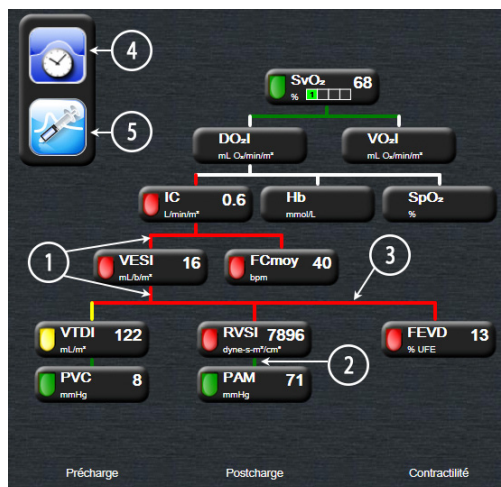

Figure 5-14 Écran relation physio pendant la surveillance à l'aide du module Swan-Ganz HemoSphere
- 2 Les lignes verticales qui relient directement deux paramètres s'affichent dans la même couleur que le voyant de paramètre ci-dessous (par exemple : entre RVSI et PAM dans figure 5-14).
- 4 La barre de gauche s'affiche après avoir effectué un set de bolus. Toucher l'icône Horloge/Courbe pour afficher des données archivées lorsqu'il y en a (consulter figure 5-14).
L'exemple décrit dans la figure 5-14 correspond à une surveillance à l'aide d'un module Swan-Ganz HemoSphere. Des différences en matière d'apparence et de paramètres se produiront avec d'autres modes de surveillance. Par exemple : en mode Surveillance par capteur FloTrac, FC_{mo}y est remplacé par FP ; VPP et VVE s'affichent (si configurés), et VTD et FEVD ne s'affichent pas.